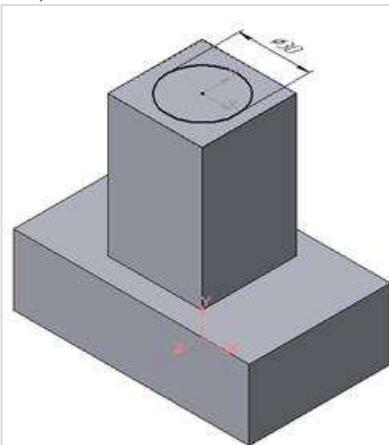
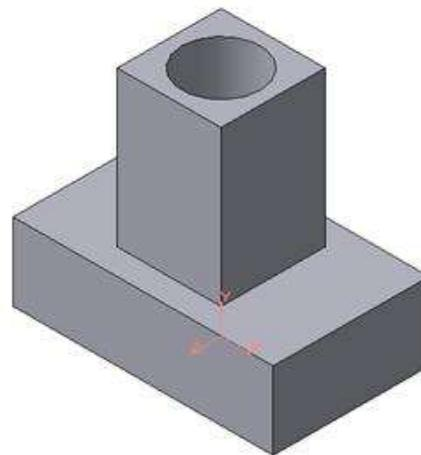

Рисунок 54 - Эскиз отверстия
Рисунок 55 - Операция вырезания отверстия
3. Для создания цилиндрического отверстия на верхней грани призмы вычертим эскиз отверстия – окружность радиусом 15 мм (рис.54) и вырежем отверстие выдавливанием на глубину 40 мм (рис.55).